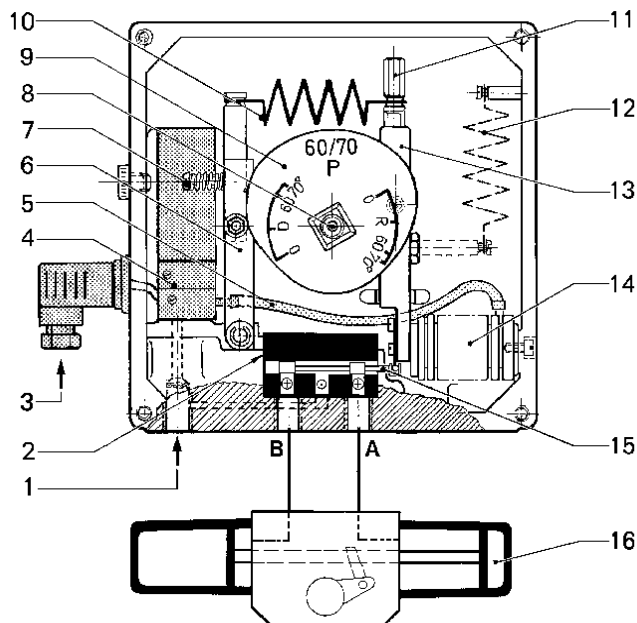

Рис. 4. Электропневматический позиционер клапана, NAF 370300
Электропневматический позиционер клапана работает также, как и пневматический позиционер, но приводится в действие при помощи электрического сигнала, подведённого к уплотнённому кабельному вводу (3) I/P-преобразователя, см. Рис. 4.